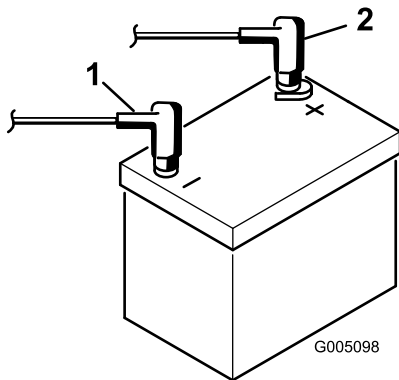

图8
9. 使用螺栓和螺母将正极红色接线连接到正极 + 电池端子 负极黑色接线连接到负极 - 电池端子 **图8**。将橡皮套滑动到正极电池端子上防止可能发生的短路情况。